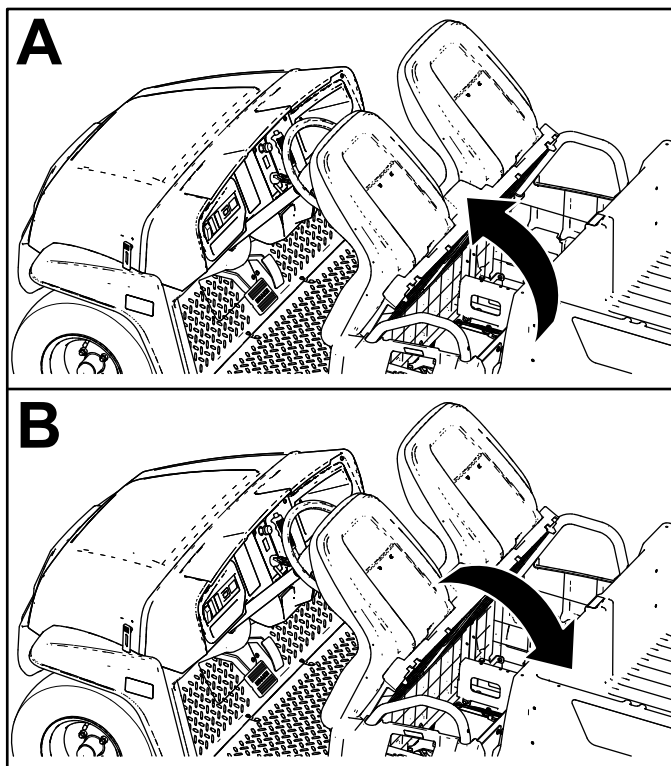

Figure 26
Pour lever l'ensemble sièges, basculez-le en avant jusqu'à ce qu'il soit en appui sur le volant (Figure 26).
Pour baisser l'ensemble sièges, rabattez-le en arrière jusqu'à ce qu'il retrouve sa position initiale (Figure 26).
1. Basculez l'ensemble sièges en avant, en position levée (Figure 26).